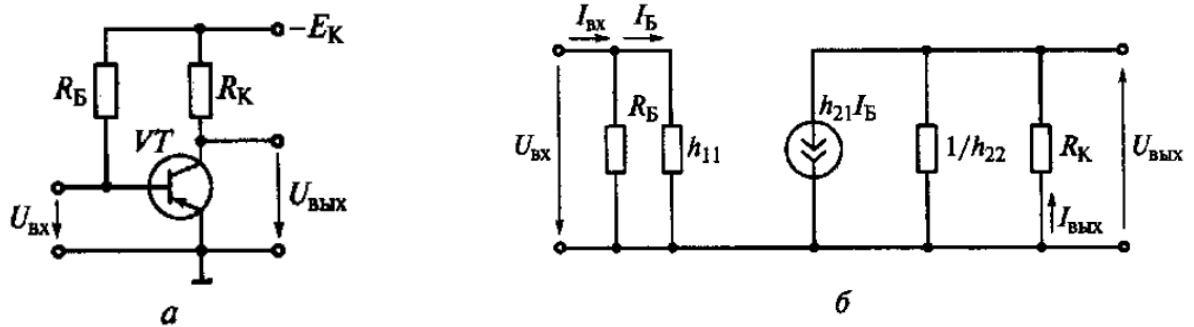

Рис. 9
8. На рис. 9, а приведена схема усилительного каскада с общим эмит-
тером на транзисторе ГТ322Б, а на рис. 9, б – его схема замещения. Рассчитайте сопротивление базы R_B , при котором рабочая точка будет находиться на середине линейных участков входной и выходной характеристик, если $E_K = 10\text{ В}$ и $R_K = 1\text{ кОм}$. Определите коэффициенты усиления по напряжению K_U , по току K_I и по мощности K_P , а также входное $R_{вх}$ и выходное $R_{вых}$ сопротивления усилительного каскада. Входные характеристики и h -параметры возьмите из задачи 6, значение h_{12} примите равным нулю. Определите, какой из ответов не верен.